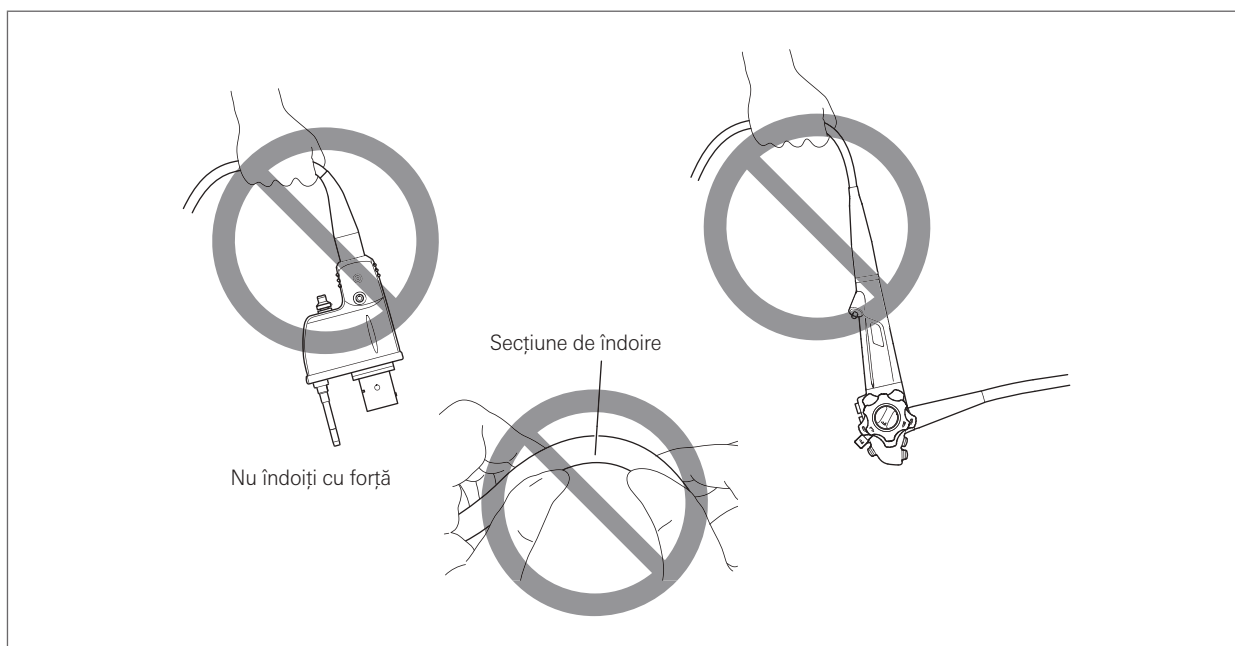

Figura 3.3
- Când transportați endoscopul, NU îl apucați și NU îl transportați ținându-l numai de cablul ombilical sau de porțiunea de inserție. În plus, NU strângeți și nu îndoiți cu forță secțiunea de îndoire. (Figura 3.3) Nerespectarea acestei prevederi poate conduce la deteriorarea echipamentului.